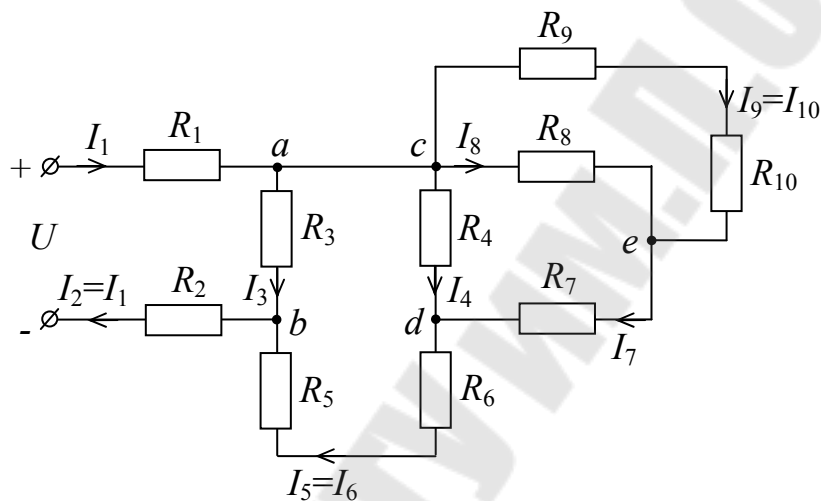

Рис. 1.1
1.3.1. Рассчитать токи в ветвях электрической цепи рис. 1.1, если $R_1 = R_2 = 0,5 \text{ Ом}$; $R_3 = 8 \text{ Ом}$; $R_4 = 12 \text{ Ом}$; $R_5 = R_6 = 1 \text{ Ом}$; $R_7 = 2 \text{ Ом}$; $R_8 = 15 \text{ Ом}$; $R_9 = 10 \text{ Ом}$; $R_{10} = 20 \text{ Ом}$, а напряжение на входе цепи $U = 230 \text{ В}$. Составить баланс мощностей.
Производим разметку цепи рис. 1.1 (узлы – буквами a, b, c, d, e ; токи – стрелками и величинами I_1, I_2, \dots, I_{10}).
Далее из рис. 1.1 следует, что $I_4 = \frac{U_{cd}}{R_4} = \frac{138}{12} = 11,5$ А.